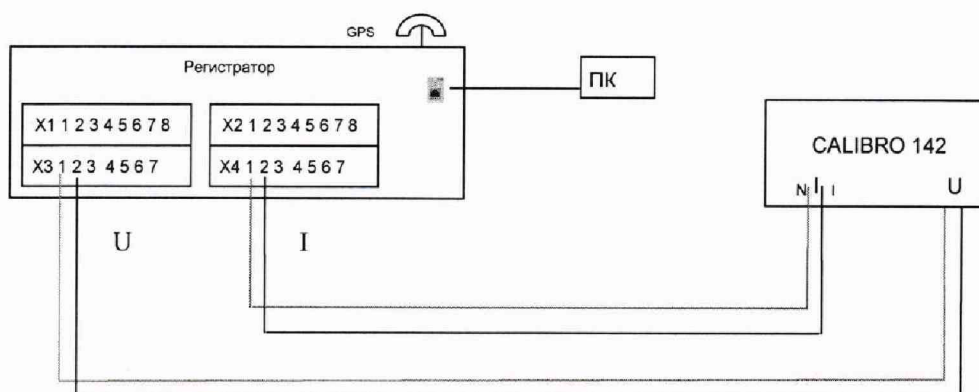

Рисунок 1
7.3.1.12 Подключите вход канала *N* регистратора к соответствующему средству поверки, руководствуясь схемой подключения рисунок 1.